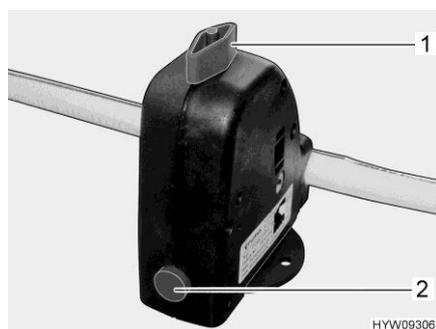

Fig. 118 Válvula de seguridad/purga (caldera)
La caldera está equipada con una válvula de seguridad/purga (Fig. 118). La válvula de seguridad/purga evita que el agua de la caldera se congele cuando no esté conectada la calefacción en caso de helada.
- Cerrar la válvula de seguridad/purga. Para ello, girar el botón giratorio (Fig. 118,1) a la posición transversal en referencia a la válvula de seguridad/purga y hundir el botón (Fig. 118,2).
- Abrir la válvula de seguridad/purga. Para ello, girar el botón giratorio (Fig. 118,1) a la posición longitudinal en referencia a la válvula de seguridad/purga. El botón (Fig. 118,2) salta hacia fuera. La caldera se vacía hacia fuera a través de la válvula de seguridad/purga.